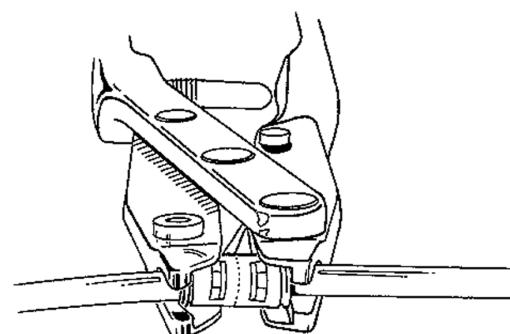

Figura 4-20. Introducción del conector en el instrumento de ensamblaje
10. Coloque los extremos del conector en la mordaza del instrumento (**Figura 4-20**).
PRECAUCIÓN: revise los tubos antes de cerrar el instrumento de ensamblaje. Los tubos no deben quedar atrapados entre la mordaza del instrumento de ensamblaje y el conector. Los tubos deben salir directamente de los extremos del conector, a través de las ranuras del instrumento de ensamblaje. Después de usar el instrumento de ensamblaje AMS Quick Connect, los tubos deben sobresalir de la ventana del conector. Esto indica que los tubos siguen firmemente apoyados contra la pared media del conector. El extremo del collar fuera del conector debe quedar paralelo al extremo del conector y prácticamente a ras del mismo. (**Figura 4-20**) Esto indica que el collar se ha insertado completamente y ha quedado sujeto al conector. Tire firmemente de los tubos de ambos extremos del conector para confirmar que se ha logrado una buena conexión.